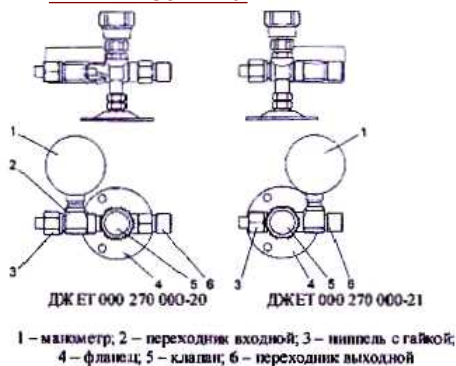

Рис.1 Клапан запорный К-1101-16М
1.1 Клапан запорный К-1101-16М с манометром (далее — клапан) предназначен для использования и качестве запорной арматуры при подводе к оборудованию кислорода, а также воздуха, азота, закиси азота, углекислого газа (рисунок 1).
4.1 Внешний вид вентиля представлен на Рис. 1.